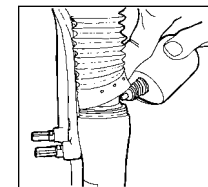

Abb. 4
1. Lösen Sie die Gabel-Boots (Gummibälge) von den unteren Rohren. Wischen Sie dann die Außenflächen, den Bereich der Resi-Wiper-Dichtung und das obere Rohr ab. Geben Sie 2 bis 3 Tropfen Öl mit Teflonzusatz im Bereich der Resi-Wiper auf die oberen Rohre. (S. Abb. 4)